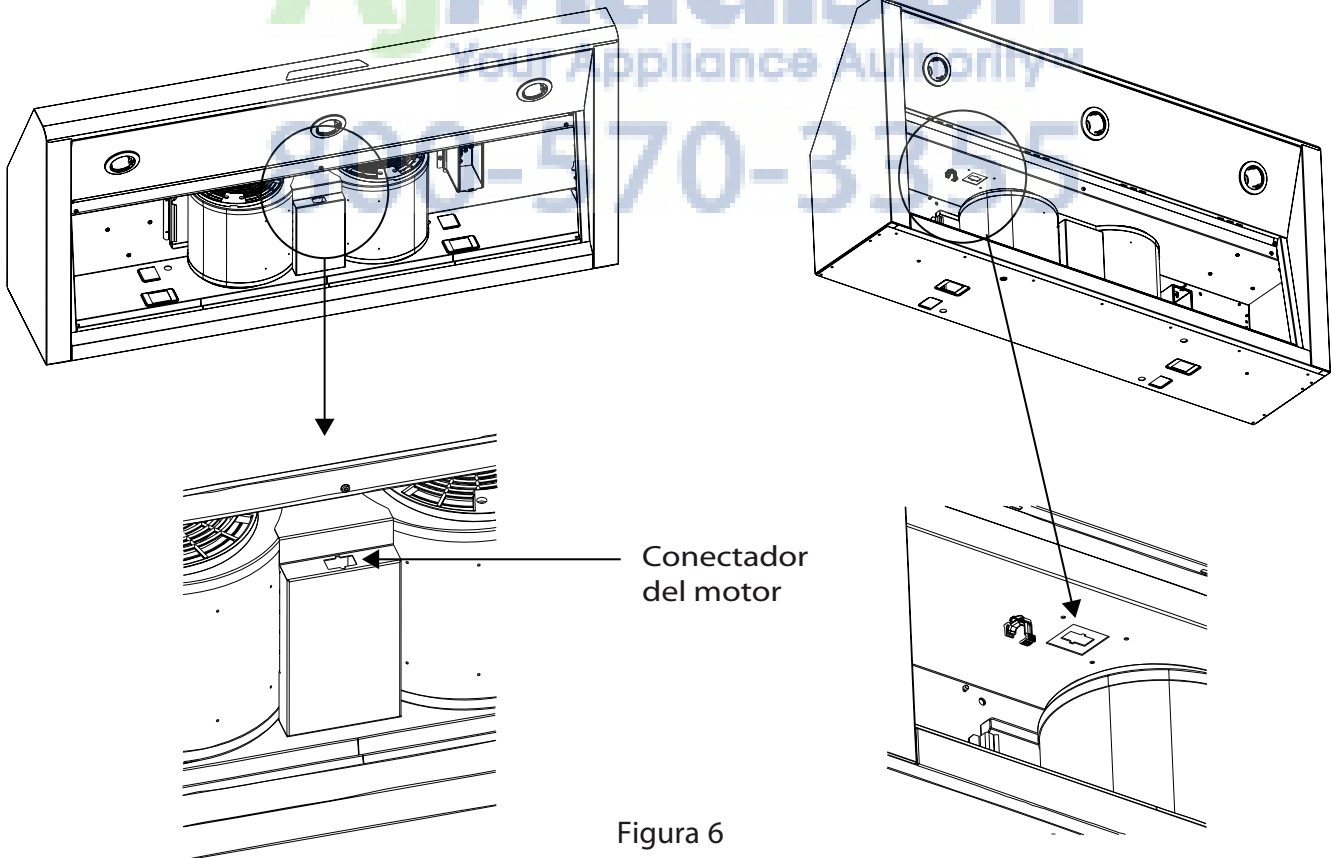

Figura 6
1. Conecte el ventilador integral enchufe el conector al conector presente en el interior de la campana, como se muestra en la Figura 6.